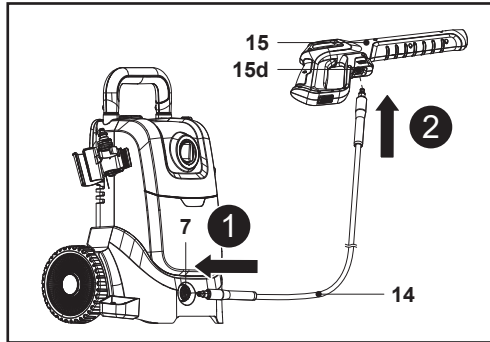

Fig. 5
1. Inserte uno de los extremos de la manguera de presión (14) en el conector de la manguera (7) de la máquina hasta que oiga un clic (Fig. 5, paso 1).
3. Inserte el otro extremo de la manguera de presión (14) en el conector de la manguera (15d) de la pistola pulverizadora (15) hasta el tope; oirá un clic (Fig. 5, paso 2).